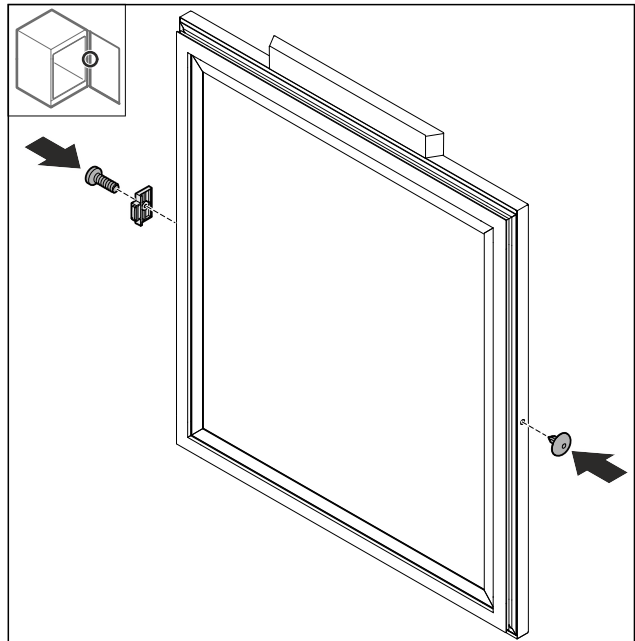

Fig. 78
- Za 180° obrnjen nastavek za vrata Fig. 78 (1) namestite na nasprotni strani.
- Pokrov Fig. 78 (2) vstavite na nasprotni strani.